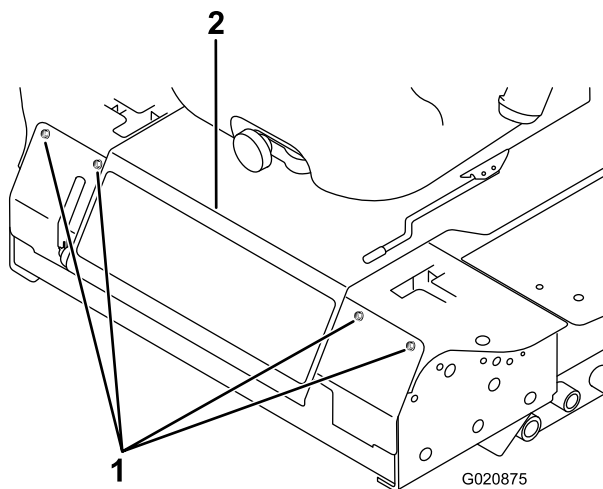

Figure 55
3. Retirez les boulons de fixation du panneau avant et déposez le panneau (Figure 55).